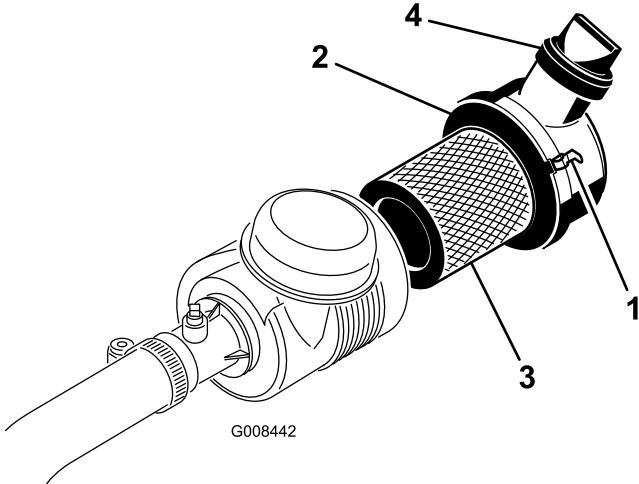

Рисунок 37
- Отпустите защелки, фиксирующие крышку воздухоочистителя на его корпусе (Рисунок 37).
6. Поставьте на место крышку и закройте запелки (Рисунок 37).